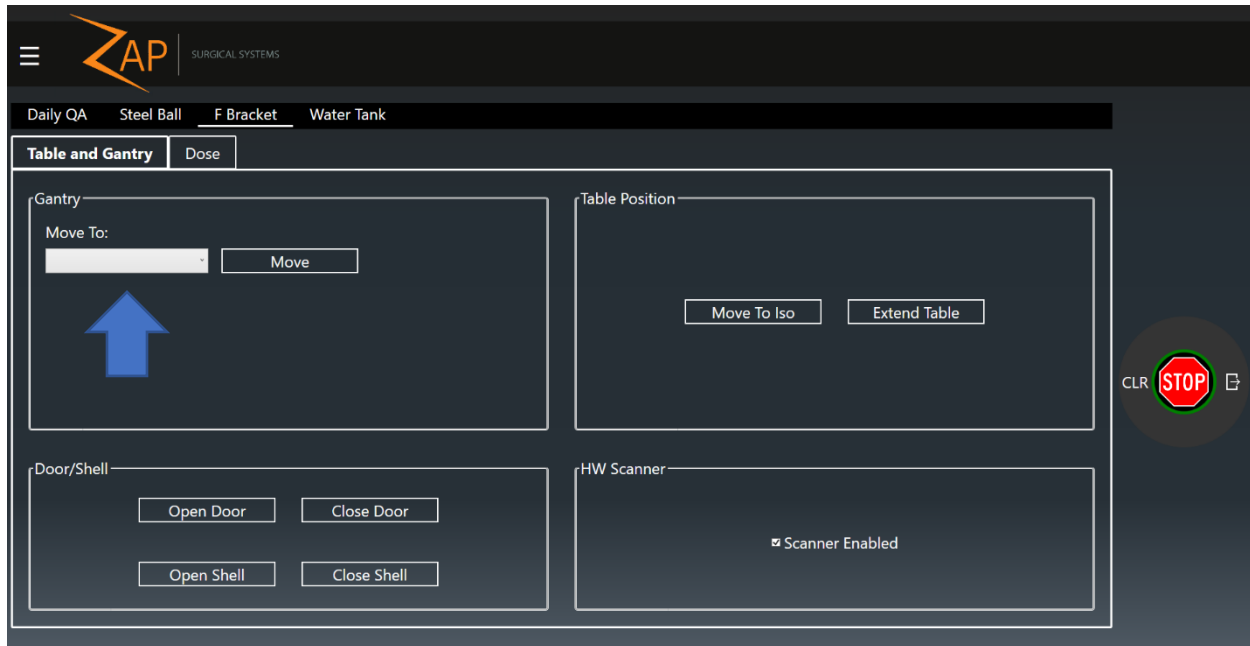

Abbildung 3-14 Seite F-Bracket (F-Bügel), Registerkarte Table and Gantry (Tisch und Gantry). Der Pfeil zeigt das Auswahlfeld für die gewünschte Gantryposition.
3. Vergewissern Sie sich, dass sich das System in der Ausgangsposition befindet; ist dies nicht der Fall, klicken Sie auf das Symbol **Daily QA** (Tägliche Qualitätssicherung). Wählen Sie dann die Seite **F Bracket** (F-Bügel) und die Registerkarte **Table and Gantry** (Tisch und Gantry). Wählen Sie im Dropdownfeld für **Gantry, Move to** (Gantry, Bewegen nach) die Option Home (Ausgangsposition) und klicken Sie dann auf **Move** (Bewegen) (siehe Abbildung 3-14).
Pole (Nordpol) und klicken Sie dann auf **Move** (Bewegen) (siehe Abbildung 3-14).
3. Vergewissern Sie sich, dass sich das System in der gewünschten Position befindet; ist dies nicht der Fall, klicken Sie auf das Symbol **Daily QA** (Tägliche Qualitätssicherung). Wählen Sie dann die Seite **F-Bracket** (F-Bügel) und die Registerkarte **Table and Gantry** (Tisch und Gantry). Wählen Sie im Dropdownfeld für Gantry, Move to (Gantry, Bewegen nach) die gewünschte Position und klicken Sie dann auf Move (Bewegen) (siehe Abbildung 3-14).